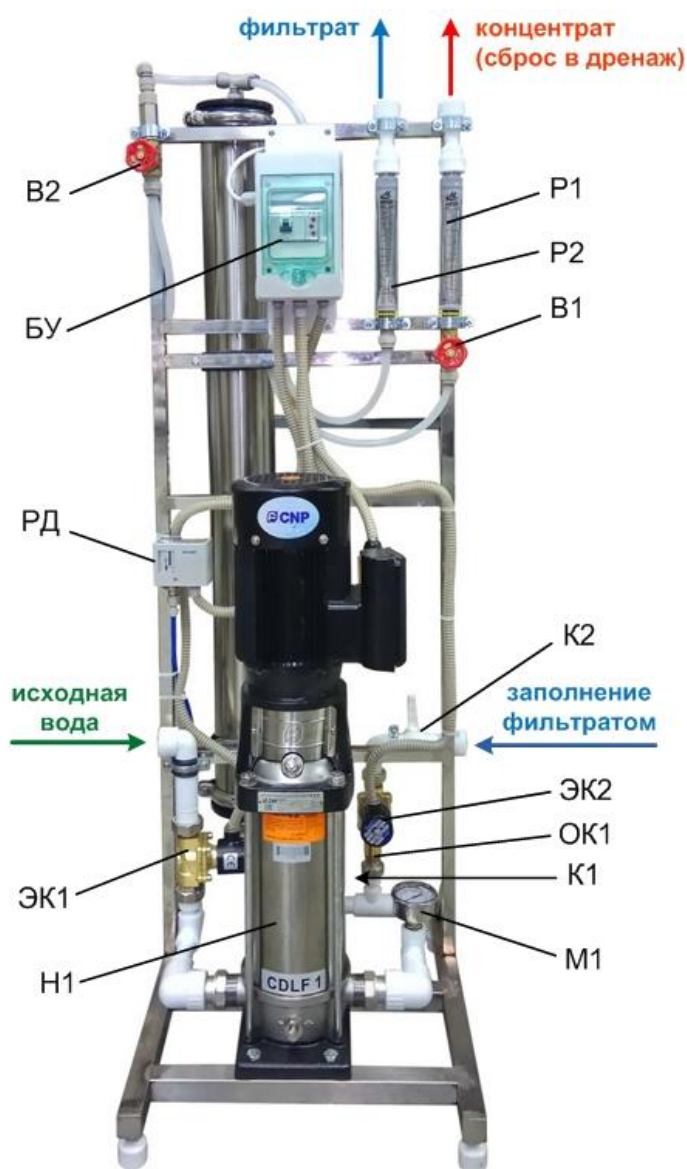

Рис.1 Общий вид установки.
2.1 Общий состав установки (см. рис. 1)
2.1.3 Насос высокого давления (Н1- на рис. 1) предназначен для повышения давления перед мембранным блоком до значения, необходимого для нормальной работы мембраны.
Установка оснащена следующими приборами (рис. 1):